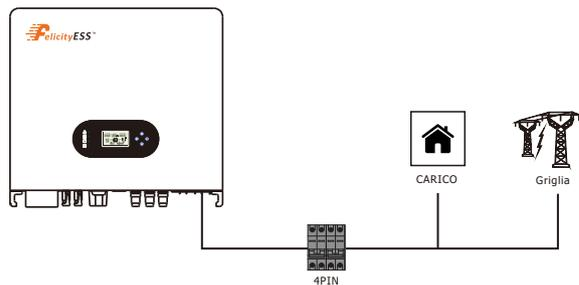

Figura 4.3-2 Collegamento interruttore AC
1. Sul lato AC, il singolo interruttore deve essere collegato tra l'inverter e la rete ma prima dei carichi. Vedere la Figura 4.3-2.